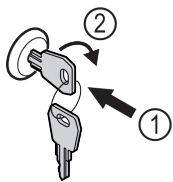

Fig. 142
- Inserire la chiave. Fig. 142 (1)
- Ruotare la chiave di 90° in senso orario. Fig. 142 (2)